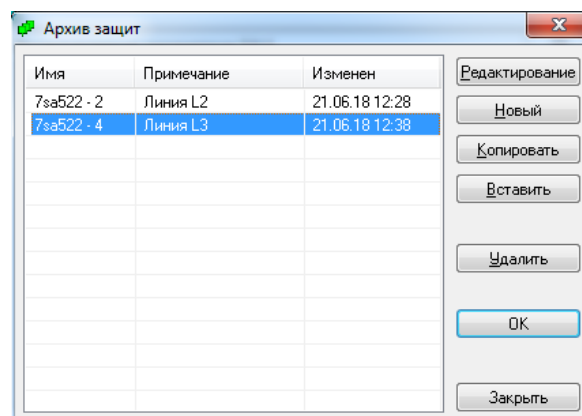

Рис. 5.36. Строка с новым именем
- При этом в архиве создаётся новая строка с новым именем (7sa522-4, рис. 5.36).